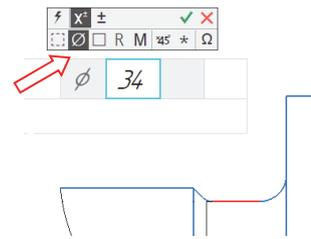

Рис. 3.4-3
3. Щелкнуть мышью в поле **Текст** на **Панели параметров**. На экране появится окно размерной надписи (рис. 3.4-3).